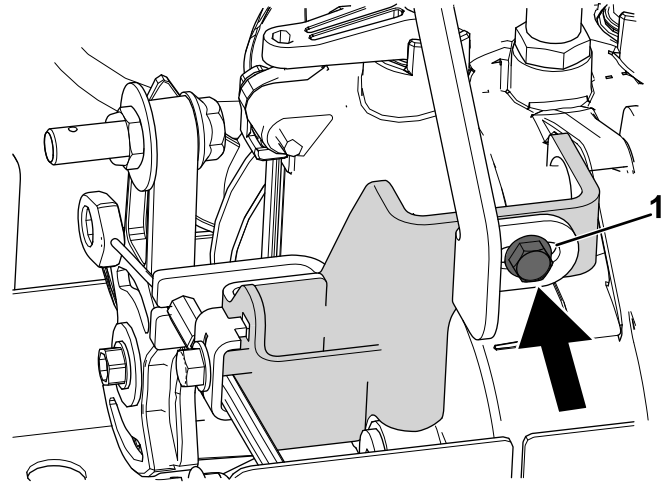

Bild 13
3. Setzen Sie die Sechskantschraube ($\frac{1}{4}" \times \frac{5}{8}"$) ein, mit der Halterung des Hydrostatikantriebs an der oberen Halterung des Hydrostatikantriebs befestigt ist (Bild 13).
4. Ziehen Sie die Schraube (1/4" x 5/8") fest, mit der Halterung des Hydrostatikantriebs an der oberen Halterung des Hydrostatikantriebs befestigt ist (Bild 13).